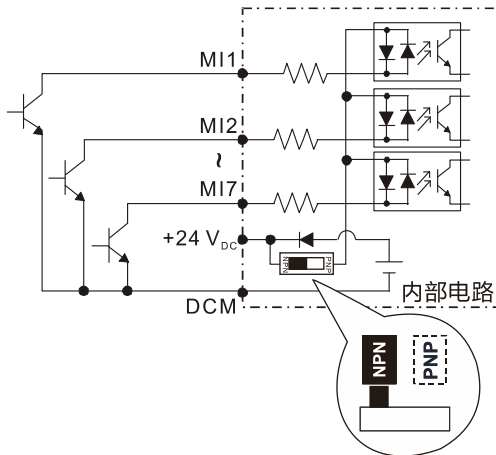
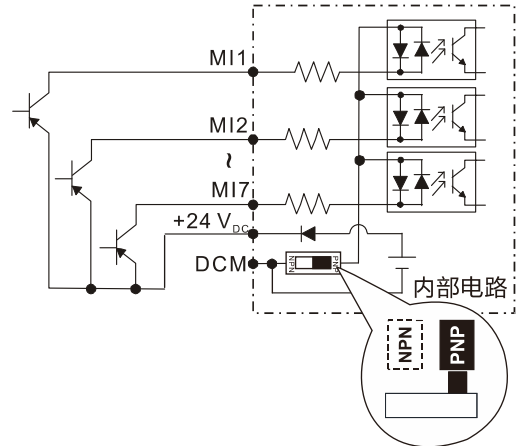

图 6-2
图 6-3
- ☑ 光耦合器使用内部电源。外部接线方式，开关一端接MI端子，一端若接DCM则为Sink模式，如上图6-2所示；若接+24V则为Source模式，如上图6-3所示。